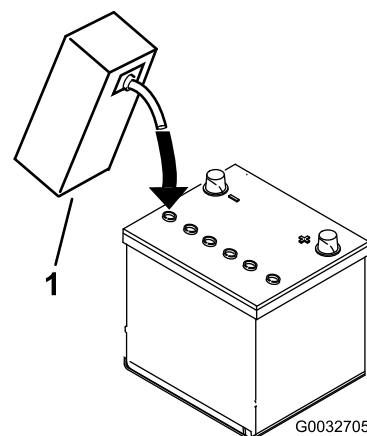

図 6
3. 各セルの電極板が液面下 6 mm 程度に水没するまで、電解液を慎重に入れる 図 6。
4. 電極板が液を吸収するまで20-30分間程度待つ。必要に応じて、電極板が 6 mm程度水没するぐらいに電解液を補充する 図 6。